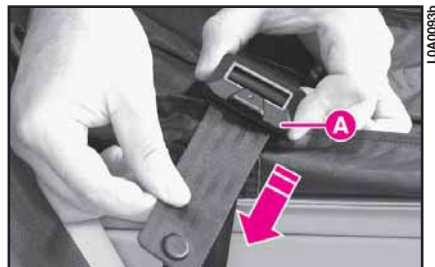

fig. 209
2) apriete la correa tirándola por un extremo, mientras sujeta la hebilla A (fig. 209);